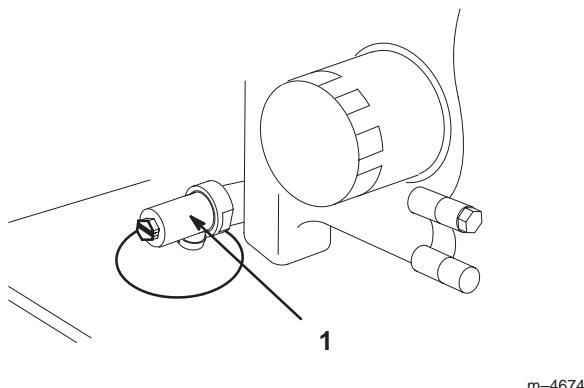

Figure 32
3. Placer un récipient sous l'ouverture de vidange. Ouvrir le robinet à l'aide d'un tournevis à lame plate ou d'une clé de 3/8" ou de 10mm (Fig. 32).
4. Tourner l'extrémité du robinet dans le sens des aiguilles d'une montre pour fermer le robinet, ou dans le sens contraire pour l'ouvrir (Fig. 32).
5. Quand toute l'huile s'est écoulée, refermer le robinet (Fig. 32).